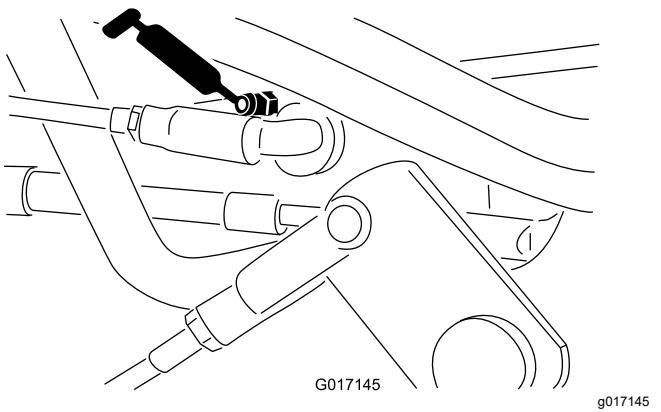
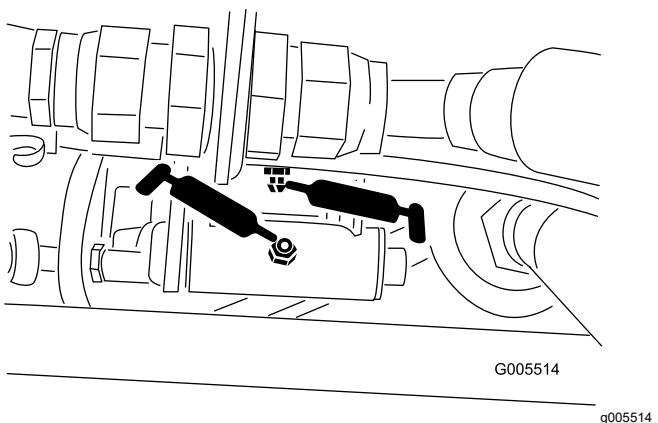

Figura 38
Figura 37
- Acoplamiento del selector de velocidad (Figura 37 y Figura 38)